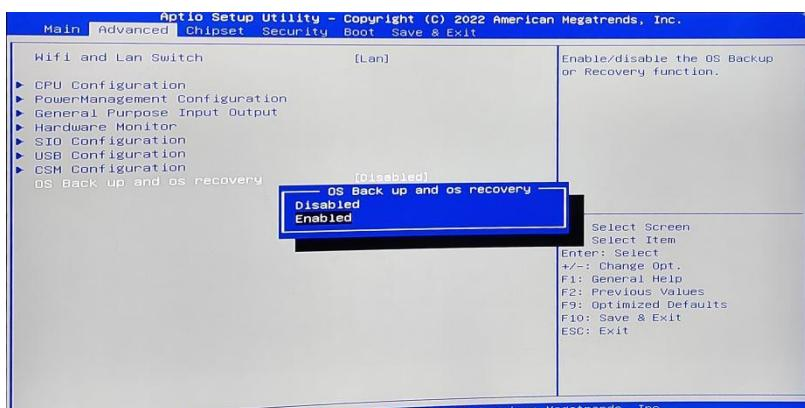

图 1 操作界面
(1) 检查工作: ①由于备份及还原操作过程中机器均不能外接存储设备, 在操作之前务必先检查确认 USB 接口未连接外部存储设备, 如 U 盘等, 否则备份还原会出现错误; ②保证硬盘内存容量大小不小于 64G;
(2) 按电源键开机或上电开机后, 连续点击键盘上的 delete 键进入 BIOS, 切换到备份操作界面 (如图 1 所示) 打开备份还原设置 OS Back up and os recovery, 更改状态为 Enable;